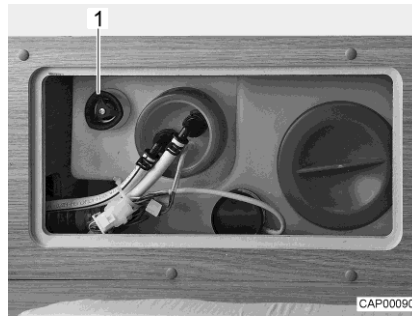

Fig. 61 Réservoir d'eau avec poignée tournante
- Faire tourner à fond dans le sens des aiguilles d'une montre la poignée tournante (Fig. 61,1) située sur le réservoir d'eau.
- Faire tourner la poignée tournante (Fig. 61,1) située sur le réservoir d'eau dans le sens inverse des aiguilles d'une montre jusqu'à ressentir une résistance. L'eau s'écoule, env. 20 litres restent.